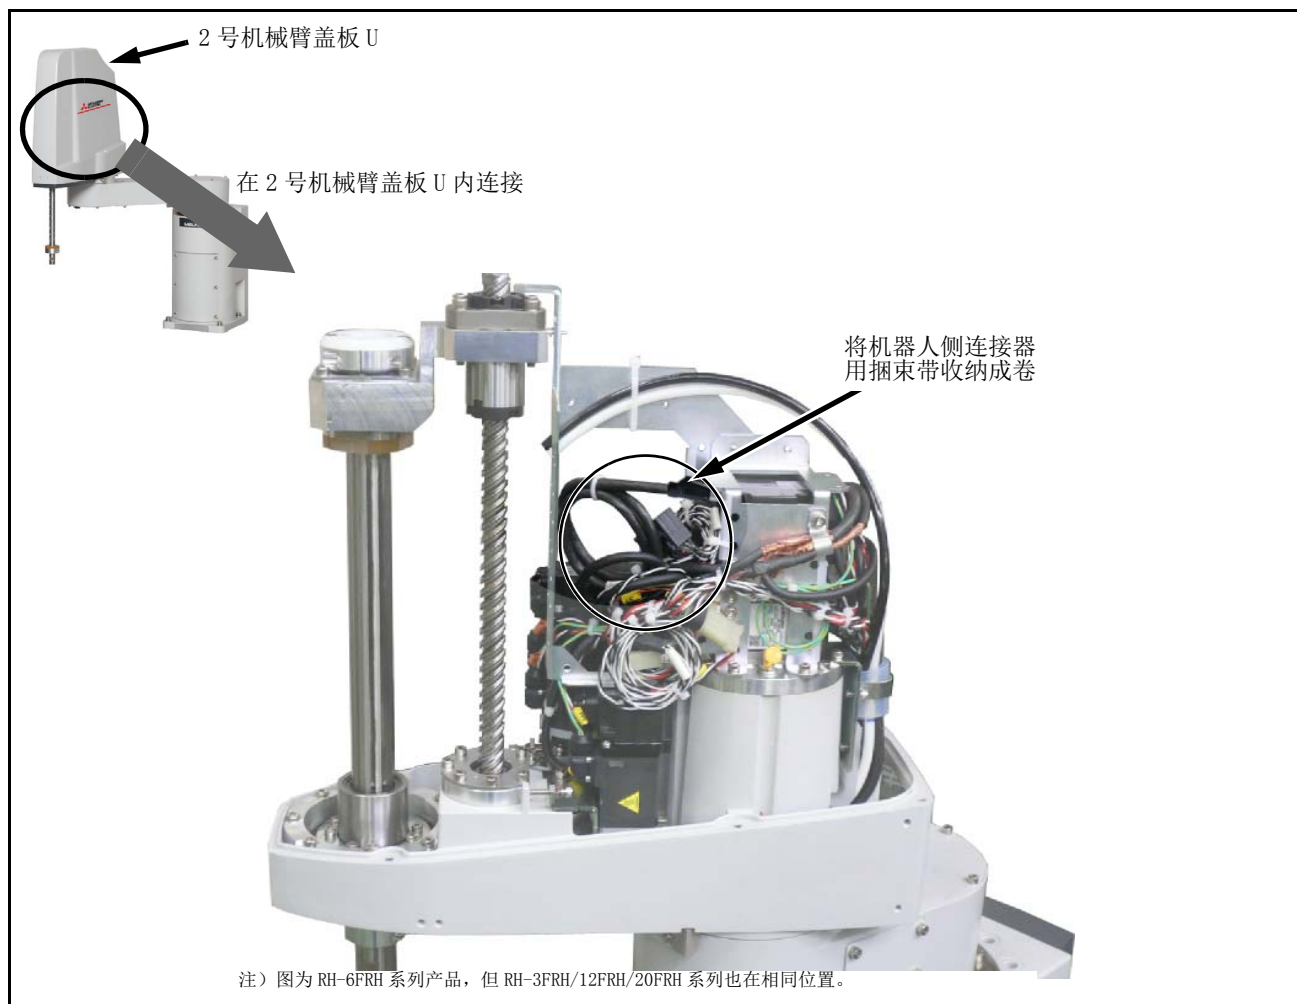

图 3-13: 抓手输出电缆的安装 (RH-3FRH/6FRH/12FRH/20FRH series)
机器人本体侧的抓手输出电缆的收纳位置如图 3-13 所示。
- 2) 机器人本体侧的抓手输出电缆的收纳位置如图 3-13 所示。